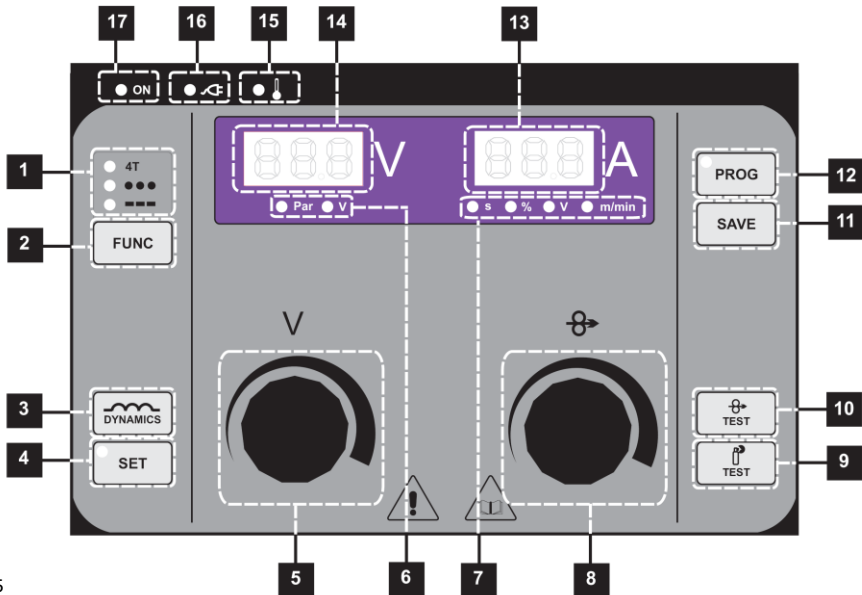

Bild 5
ANMERKUNG! Das Runterzählen kann durch ein erneutes Drücken der Taste 9 (Bild 5) auf dem Stirnpaneel unterbrochen werden.
Entfernen Sie die Gasdüse des Schweißbrenners. Schrauben Sie die Strömungsluke ab. Stecken Sie den Stecker in die Steckdose und schalten Sie den Hauptschalter B1 (Bild 1) in die Position I ein. Drücken Sie die Taste 10 (Bild 5), der Drahtzufuhr, der Schweißdraht wird ohne Gas dem Brenner zugeführt. Nachdem der Draht durch den Brenner geschoben wurde schrauben wir die Strömungsluke und die Gasdüse an. Sie können die Geschwindigkeit der Drahtzufuhr mit dem Wählschalter 8 (Bild 5) auf dem Stirnpaneel regulieren. Wir halten die Drahtzufuhr durch ein erneutes Drücken der Taste 10 (Bild 5) oder durch Drücken der Taste des Brenners an. Im Laufe der Einführung des Drahtes tritt kein Gas in das Gerät ein.
9. **Taste Gastest.** Nach dem Drücken der Taste wird die Zeit für die Einstellung des Gasflusses runtergezählt. Die Zeit wird auf dem Display 13 (Bild 5) angezeigt. Das Runterzählen können wir durch ein erneutes Drücken der Taste 9 (Bild 5), gegebenenfalls durch Drücken der Taste auf dem Schweißbrenner unterbrechen.
10. **Taste für die Einführung des Drahtes.** Nach dem Drücken der Taste können wir mit dem Wählschalter 8 (Bild 5) die Einführgeschwindigkeit regulieren. Durch ein erneutes Drücken der Taste 10 (Bild 5), gegebenenfalls der Taste auf dem Schweißbrenner, halten wir die Drahtzufuhr an.
12. **Taste PROG mit Kontrolllampe.** Taste zum Aufrufen des Programms. Durch Drücken der Taste gelangen wir in den Programmwahlmodus, die wir mittels der Wähltaste 8 (Bild 5)
auswählen. Das gewählte Programm bestätigen wir durch ein erneutes Drücken der Taste 12 (Bild 5).